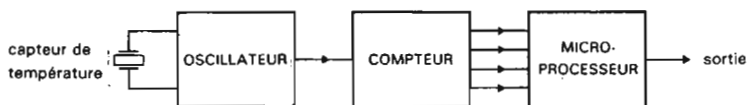

Fig. 3
Les courbes de la figure 3 représentent le décalage de la fréquence  $\Delta f$  par rapport à la fréquence de résonance et la sensibilité de fréquence relative  $S$  en fonction de la capacité de charge, pour deux quartz ayant une valeur de  $C_1$  différents.
**Fig. 3 — Décalage de la fréquence  $\Delta f = (f_L - f_r)$  et sensibilité de fréquence relative  $S$  en fonction de la capacité  $C_L$ . Les tolérances sur les valeurs des paramètres  $f_r$ ,  $C_0$  et  $C_1$  sont à considérer pour le calcul de  $\Delta f$  et de  $S$  à  $f_L$ .**